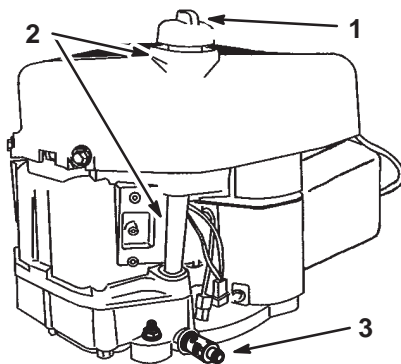

Bild 19
2. Reinigen Sie den Bereich um den Ölpeilstab (Bild 19), damit kein Schmutz in den Einfüllstutzen gelangen und den Motor beschädigen kann.
10. Reinigen Sie den Bereich um den Peilstab (Bild 19) und drehen Sie den Verschlussdeckel ab.
11. Gießen Sie ca. 80 % der angegebenen Ölmenge langsam in den Einfüllstutzen (Bild 19). Siehe „Warten des Motoröls“ auf Seite 21.